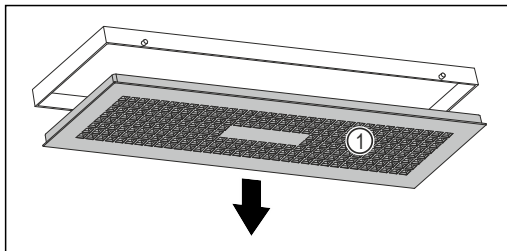

Fig. 161
- Waterbak langzaam omlaag draaien en daarbij de afdekking Fig. 161 (1) vasthouden.
- Afdekking Fig. 161 (1) wegnemen.